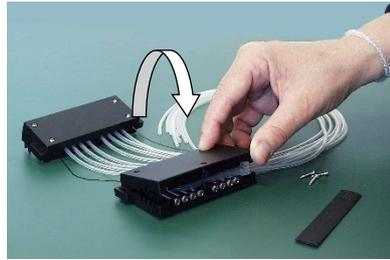

Abbildung 5-47. Aufsetzen der Abdeckung des Oberteils der Dispensierkassette
12. Bringen Sie die Abdeckung des Oberteils der Dispensierkassette vorsichtig wieder an (Abbildung 5-47).